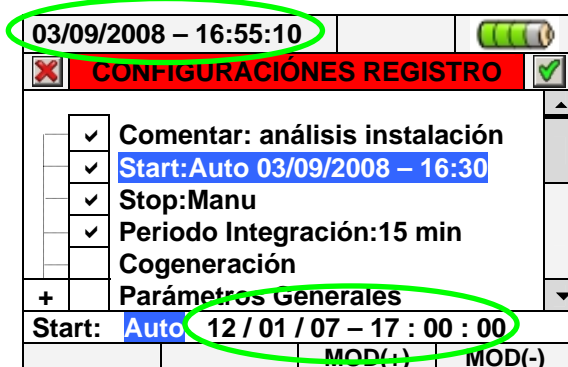

Fig. 130: Fecha/Hora correcta
2. Pulse las teclas **F3** o **F4** (o bien **MOD(+)** o **MOD(-)** del visualizador) para incrementar o decrementar de una unidad el valor de las cifras hasta programar el valor deseado **coherente** con la fecha de sistema (ver la Fig. 130).